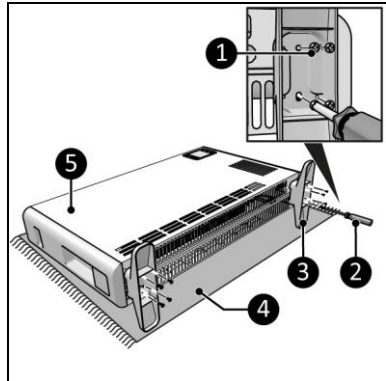

Abbildung 8
1. Legen Sie das Gerät auf eine stabile weiche Oberfläche (Abbildung 8, Pos. 4).
2. Platzieren Sie die Sockel (Abbildung 8, Pos. 3) an beide Seiten des Hauptkörpers (Abbildung 8, Pos. 5).
3. Schrauben und ziehen Sie die Standfüße mit den kleinen Schrauben (Abbildung 8, Pos. 1) unter Verwendung der beiden mittleren und zwei äußeren Löcher mit einem Phillips Kreuzschlitzschraubendreher (Abbildung 8, Pos. 2) fest.